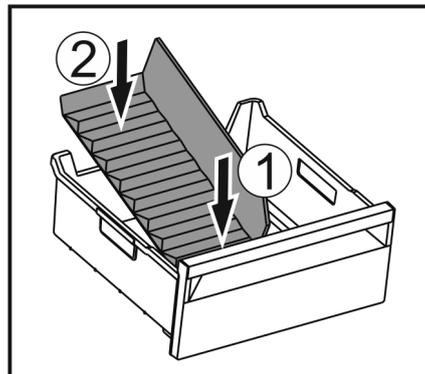

Fig. 116
- Установите переднюю часть разделителя отделения для льда. Fig. 116 (1)
- Опустите заднюю часть разделителя отделения для льда на дно выдвижного ящика. Fig. 116 (2)